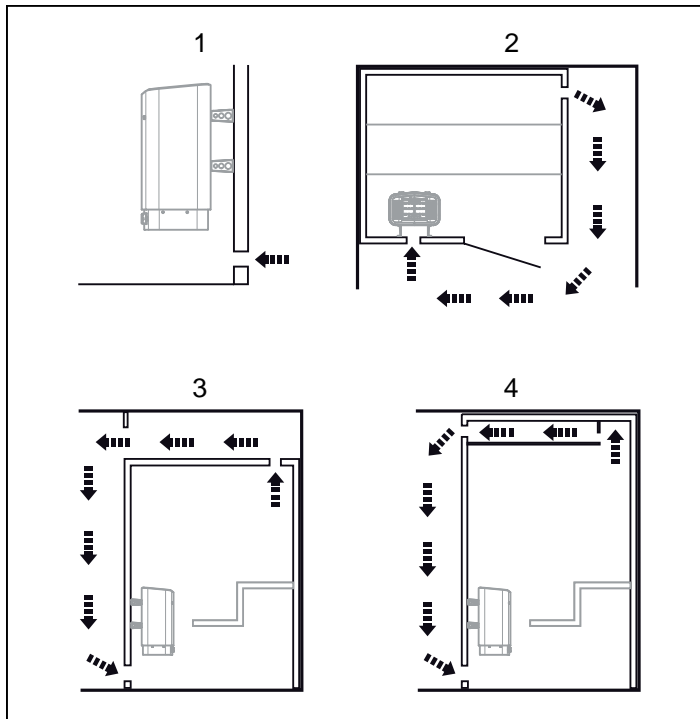

Fig. 6 : Emplacement des bouches d'entrée et de sortie d'air
- à la plus grande distance possible de la bouche d'entrée d'air, par exemple en diagonale (voir la figure 6).
- en hauteur sur la cloison ou au plafond (voir la figure 6).